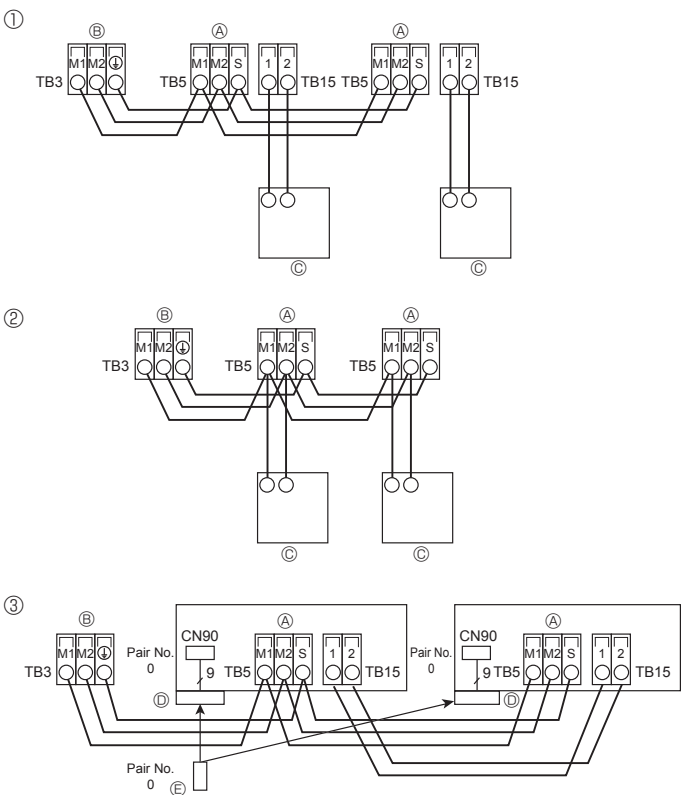

Fig. 6-3
6.4. Σύνδεση ελεγκτού εξ αποστάσεως, καλωδίων μεταφοράς εξωτερικών και εσωτερικών μονάδων (Fig. 6-3)